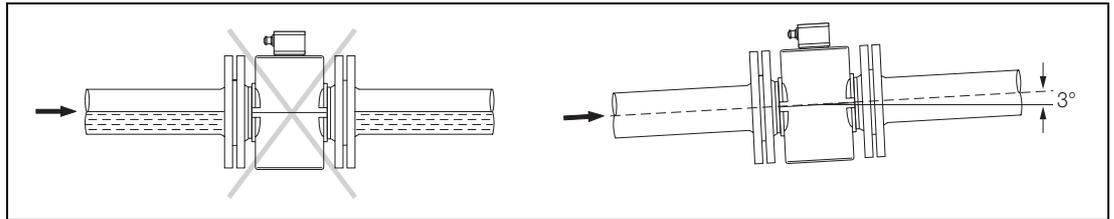

Abb. 6: Einbau in einer horizontalen Leitung
- Leichte Steigung der Leitung zur Entgasung siehe Abb. 6